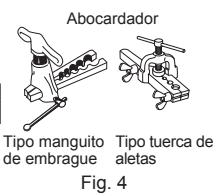

Fig. 2
- 4) Procése el extremo del cable de tierra (Fig. 2). Conéctelo al terminal de tierra de la caja de piezas eléctricas.
- 5) Procése el extremo del cable de conexión de la unidad interior/exterior  $\odot$  (Fig. 2). Conéctelo al panel de terminales. Procure no equivocarse al hacer las conexiones. Fije con firmeza el cable al panel de terminales de modo que no quede a la vista ninguna de sus piezas internas y que ninguna fuerza externa afecte a la sección de conexión del panel de terminales.